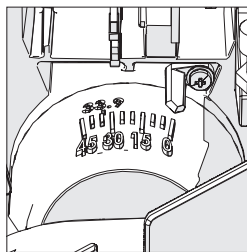

Fig. 23
- Incline a cabeça da serra até ao ângulo desejado. A ferramenta inclui um transferidor para ajudá-lo a selecionar o ângulo (**Fig. 23**).